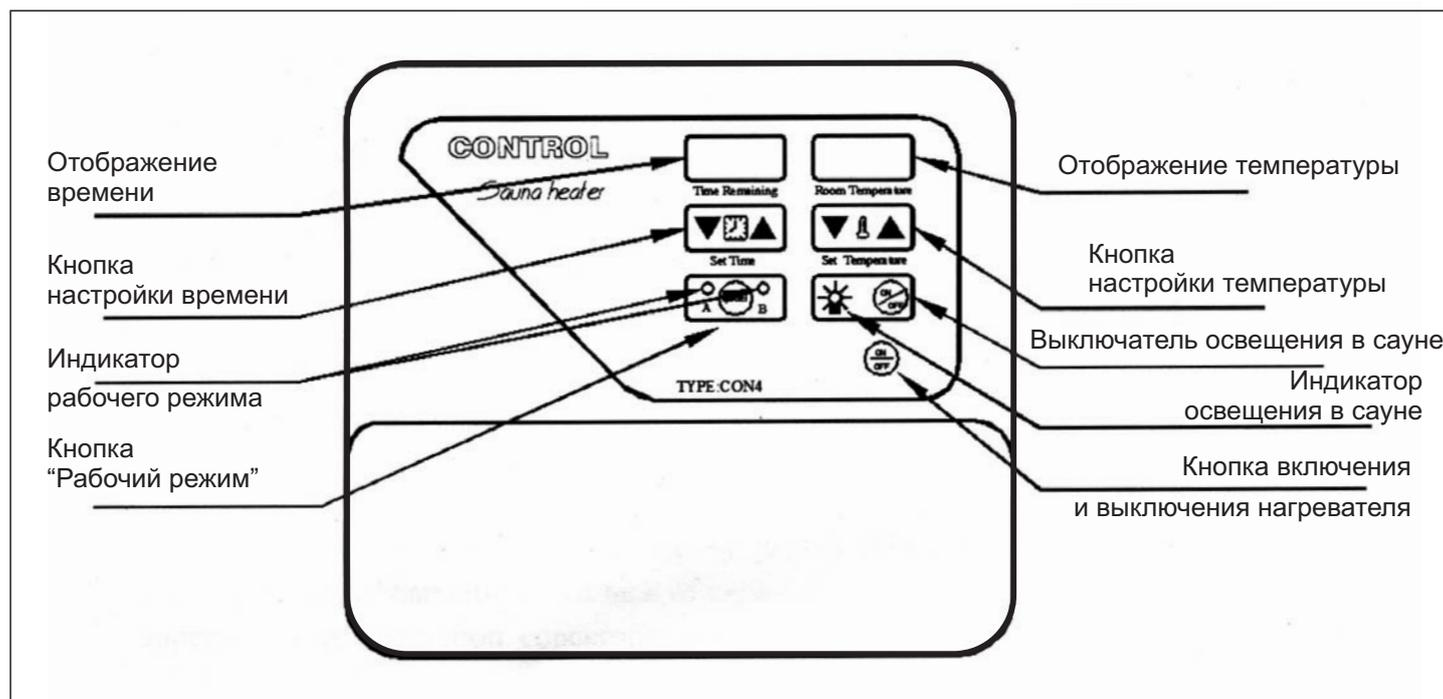

Рис. 1-1. Контроллер CON4 с цифровым дисплеем
I. ПОДКЛЮЧЕНИЕ (СМ. РИС. 1-1)
II. НАСТРОЙКА (см. рис. 1-1)